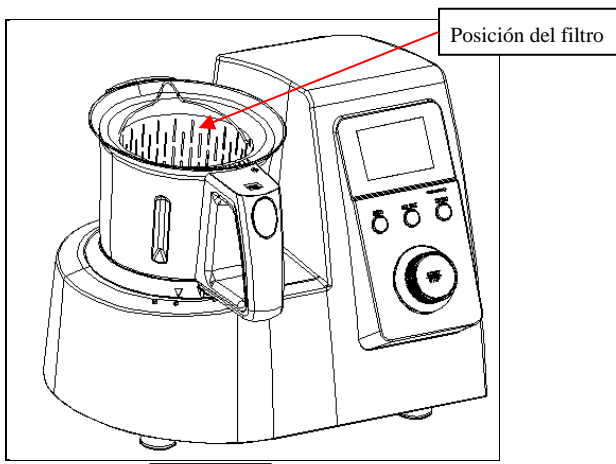

Figura 21
Paso 1: Coloque por lo menos 500 g de agua en la jarra SS. Si hay necesidad de utilizar conjuntamente con el filtro, por favor, primero coloque el filtro en la jarra SS (Figura 21), y luego coloque los alimentos (como el arroz y la patata) en el filtro, coloque la tapa y asegúrese que la parte inferior se sujeta bien y gira en el lugar correcto.